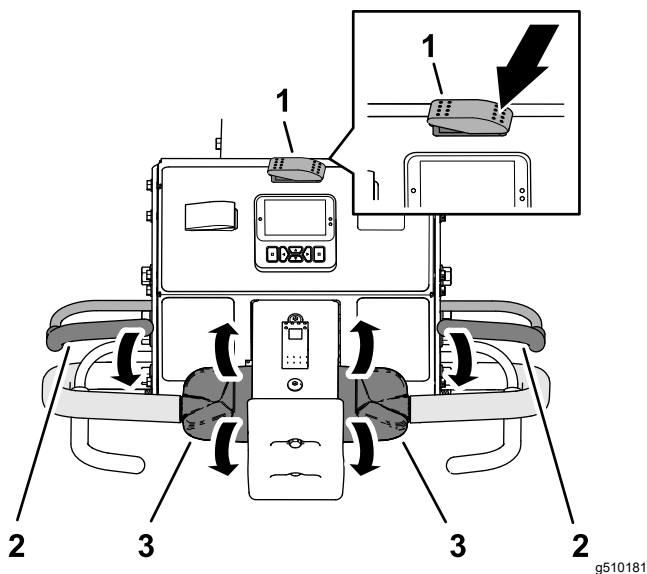

Figure 76
3. Appuyez sur le côté gauche de la commande de transport/aération pour la placer à la position TRANSPORT (Figure 76).
5. Serrez la barre de présence de l'utilisateur contre la poignée droite ou gauche du timon (Figure 76).